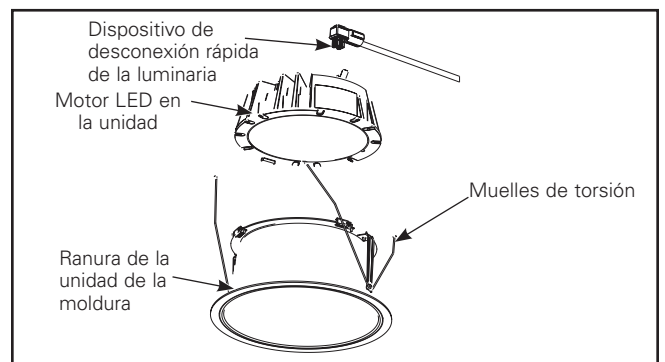

Figura 35.
1. Coloque el extremo del conducto flexible a través de la apertura del marco en el techo tal que quede expuesta la parte superior del dispositivo de desconexión rápida (Figura 35).